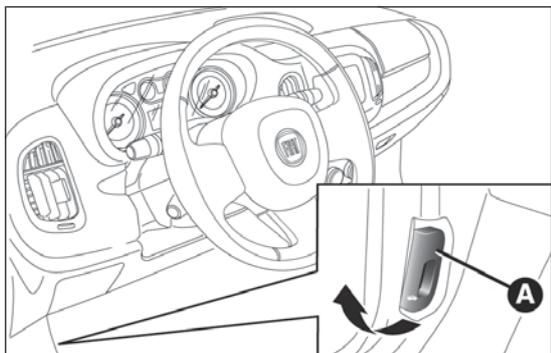

fig. 102
- tirar de la palanca A fig. 102 en el sentido indicado por la flecha;